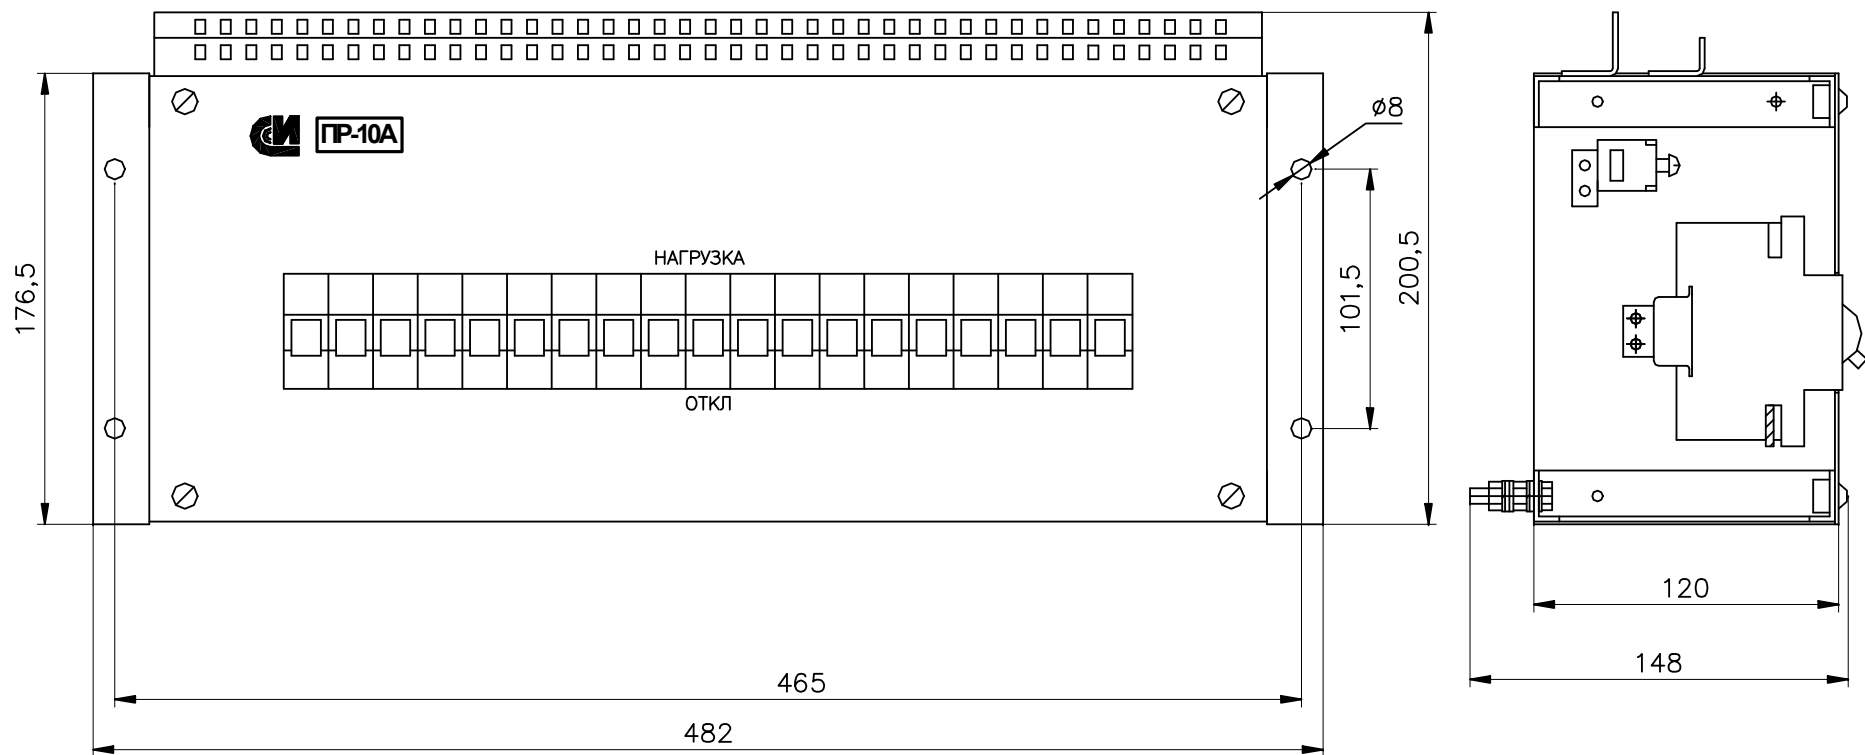

Рис.1 Общий вид и габаритно-присоединительные размеры панели ПР-10А
2.5 Общий вид и габаритно-присоединительные размеры панели приведены на рис.1.